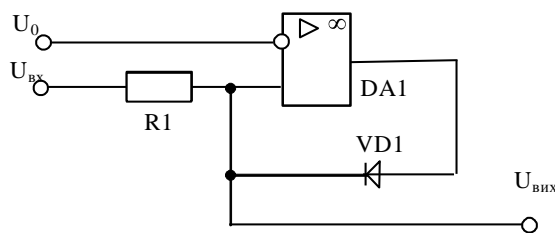

Рисунок 1
1. Зберіть схему обмежувача на ОП, наведену на рис. 1, з реальними ОП (наприклад, LM 741) і діодом (наприклад, 1N914).